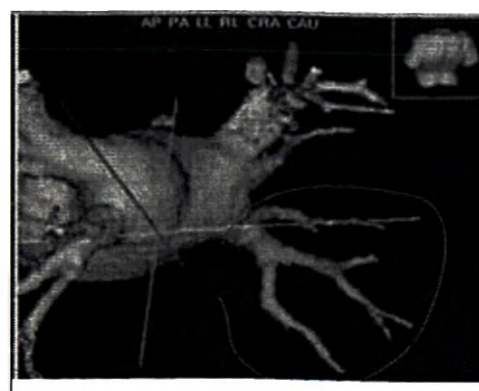

Рисунок 251. «Линия»
4. Кликнуть левой клавишей мыши и потянуть вокруг края контура для очерчивания структуры (красная линия, Рисунок 251). Выпустить кнопку мыши для завершения линии и соединить начальную точку линии с конечной точкой. Структура создается на оном срезе.